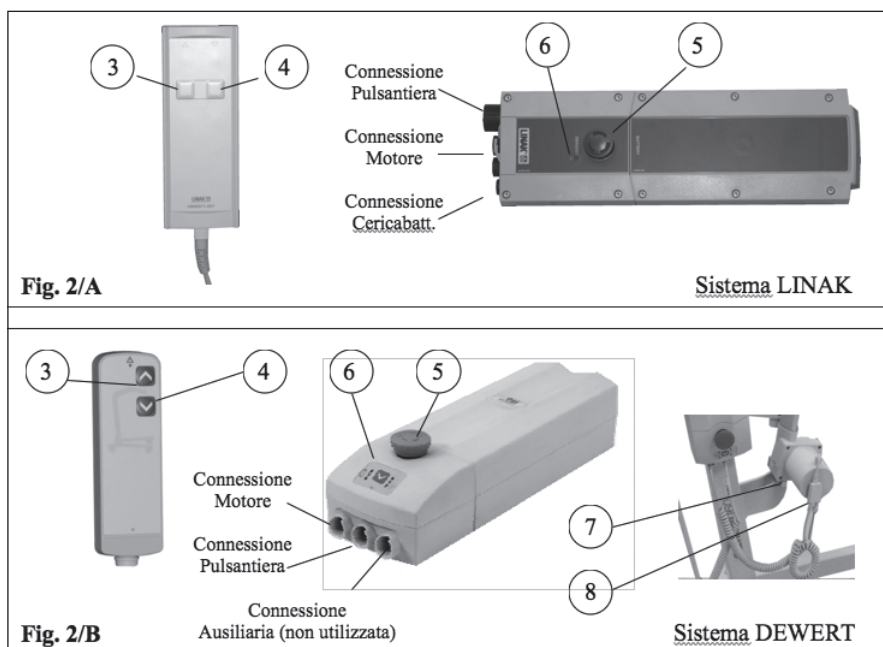

Fig. 2 Sollevamento ed abbassamento del GEMINI versione elettrica
IMPORTANTE Nella versione con motorizzazione DEWERT, è presente un dispositivo di inibizione (8) posto direttamente sul cavo del motore (Fig. 2/B). Tale dispositivo è costituito da una chiave metallica inserita in un piccolo box. In condizione di chiave inserita la macchina funziona regolarmente, in condizione di chiave disinserita la macchina rimane inibita. In questo caso si verificherà l'accensione dei led e lo scatto interno alla centralina al premere dei pulsanti di comando, ma il motore rimarrà inattivo. Questo dispositivo consente l'inibizione del sollevatore in caso di assenza di personale autorizzato nel caso in cui ce ne sia la necessità.